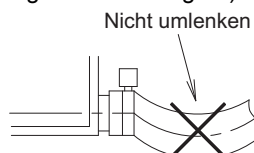

Abb. 26
- Stellen Sie sicher, den beigelegten Ablaufschlauch (1) und die Metallschelle (2) zu verwenden. Setzen Sie außerdem den Ablaufschlauch (1) in das Unterteil des Ablaufstutzens ein und ziehen Sie die Metallschelle (2) unten am Ablaufstutzen fest. (Siehe Abb. 24 und Abb. 25) (Die Metallschelle (2) so einbauen, dass der Befestigungsbereich sich wie in Abb. 26 gezeigt im Bereich von etwa 45° befindet.) (Ablaufstutzen und -schlauch nicht zusammenkleben. Anderenfalls kann keine Wartung und Inspektion für den Wärmetauscher und andere Teile mehr durchgeführt werden.)
- Der Ablaufschlauch (1) im Inneren des Innenaggregats darf nicht umgelenkt werden. (Siehe Abb. 26)